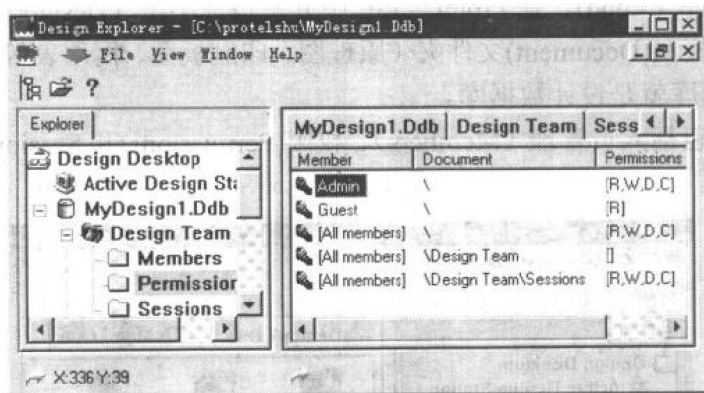
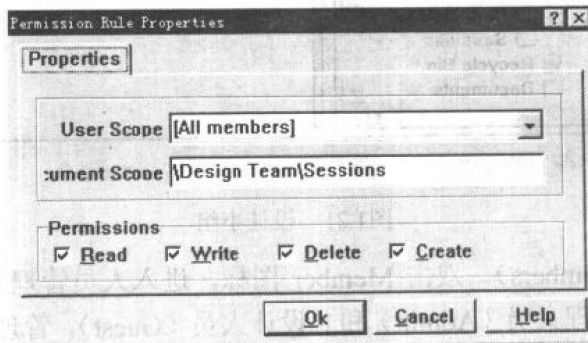

图1.24 进入权限设置窗口
图1.25 设置权限
- 成员权限设置(Permissions)。新成员资料一旦输入,就可以进行权限设置了。双击权限图标,屏幕显示如图 1.24 所示的窗口。在该窗口中显示所有成员和成员的权限,双击成员就可以进入成员权限设置窗口。在权限设置窗口可以设置对设计文件的读(Read)、写(Write)、删除(Delete)和建立(Create)的操作权限。权限设置窗口见图 1.25。